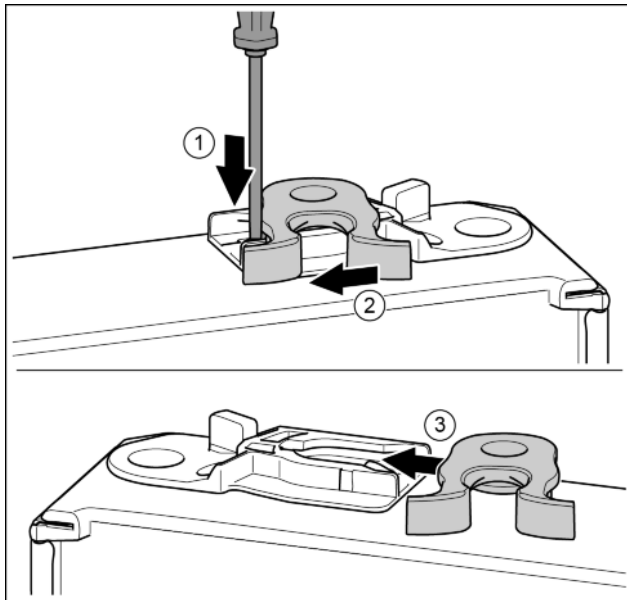

Fig. 18*
- ▶ С плоска отвертка натиснете езичето надолу.* Fig. 18 (1)
- ▶ Извадете затварящата кука от водача.* Fig. 18 (2)
- ▶ Вкарайте затварящата кука във водача от другата страна.* Fig. 18 (3)